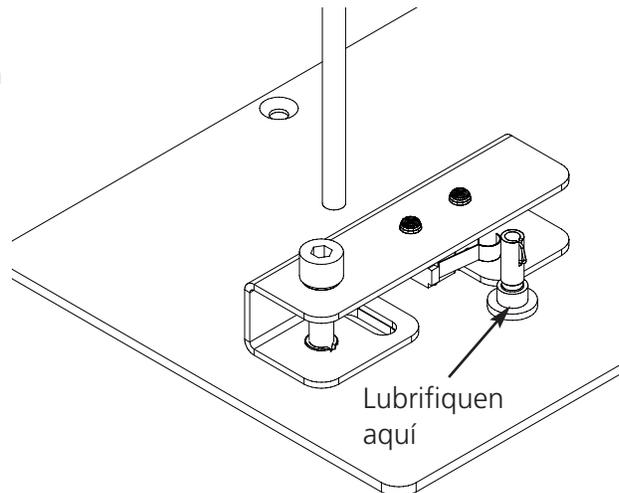

Figura 3-23
2. Aparten la obstrucción y lubrifiquen el arbol del dispositivo de accionamiento (vean la Figura 3-23).